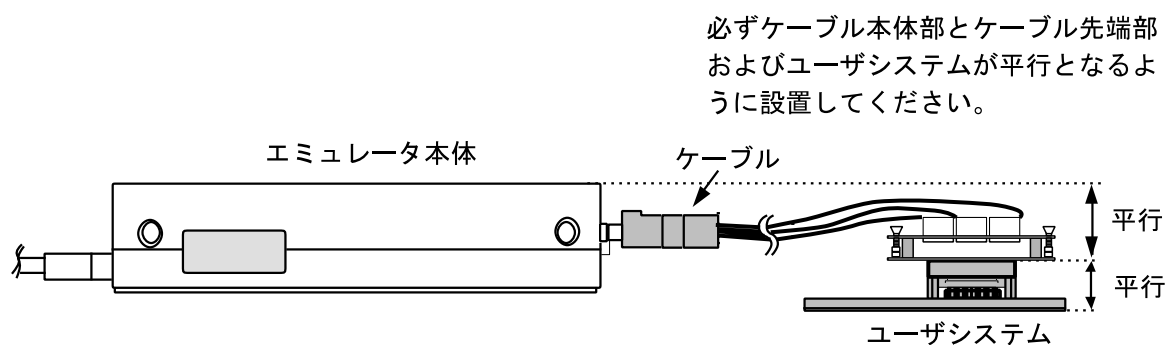

図 11 設置例
- (1) ユーザシステムへの接続時には1ピン位置に十分注意して、誤接続は絶対にしないでください。
- (2) 本ユーザシステムインタフェースケーブルを使用する場合の推奨マウントパッド寸法は、MCU 実装用マウントパッド寸法とは異なりますので注意してください。
- (3) 本ユーザシステムインタフェースケーブルは、HS2646EPI61H エミュレータ専用ですので、他のエミュレータ本体には使用しないでください。
- (4) ケーブル本体部が断線する可能性がありますので、本ユーザシステムインタフェースケーブルの上に重いものや金属等の角の尖ったものを置かないでください。
- (5) ユーザシステムに接続した状態では、ユーザシステムインタフェースケーブル、特にケーブル先端部に無理な力が加わらないように注意する必要があります。図 11 の設置例を参照してご使用ください。